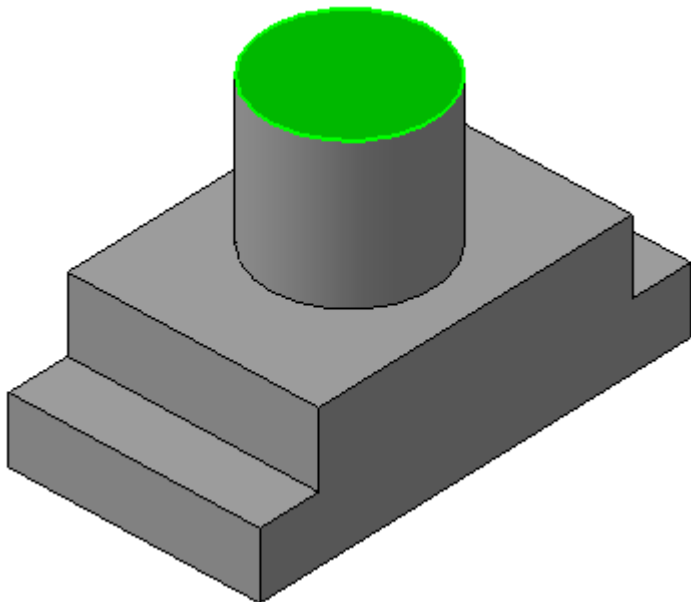

Рис. 6
- щелчком ЛКМ выделите верхнюю грань цилиндра (вы укажете плоскость для дальнейшего построения – зеленая) – рис. 6;